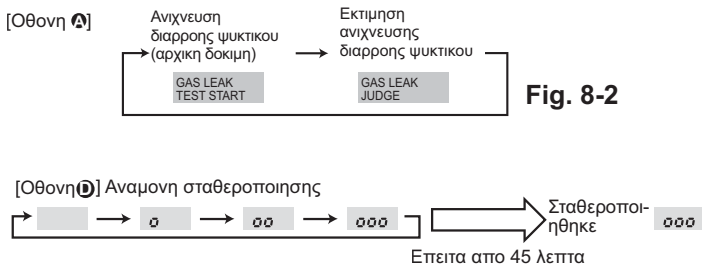

Fig. 8-3
- 3 Πατήστε το κουμπί **FILTER** (←) για να επιβεβαιώσετε τη ρύθμιση. (Fig. 8-3)